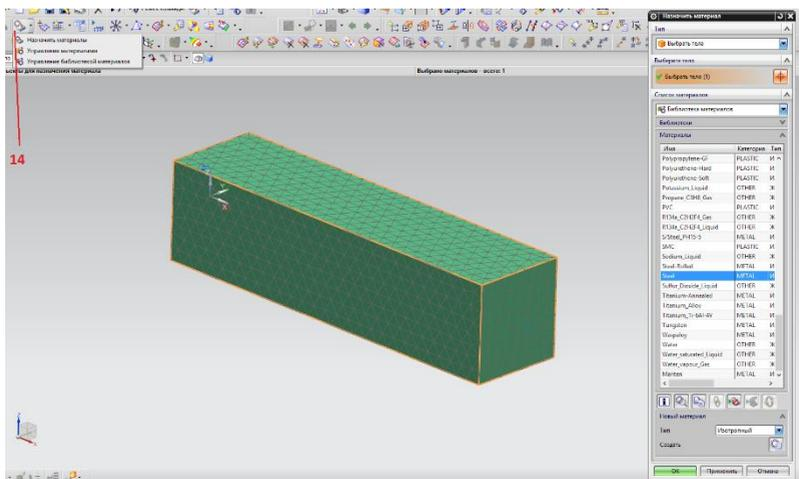

Рисунок 9. Окно для назначения материала
Теперь необходимо задать материал для нашей модели (рисунок 9). Для этого на панели инструментов выбрать команду «Назначить материалы» (14) и выберете тело. В появившемся окне выбрать материал для детали, в нашем случае – сталь (Steel).